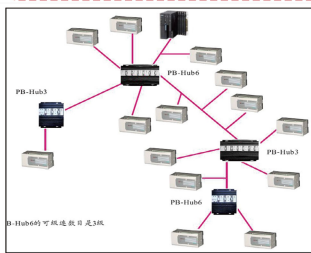

图 6：通过 PB-HUB 组成的混合型网络结构站点数可达 126 站点，传输距离根据级联个数可以达到 3~4 公里
- （1）增加站点个数数量、延长传输距离：**PB-HUB 的每个接口相当于一个中继器接口，可独立驱动一个 PROFIBUS 段，可连接最多 31 个站，在 187.5K 以下波特率可延长传输距离到 1 公里。PB-HUB 还可以实现级联。这样，通过 PB-HUB 组成的混合型 PROFIBUS 网络结构站点数可达 126 站点，传输距离根据级联个数可以达到 3~4 公里，见图 6